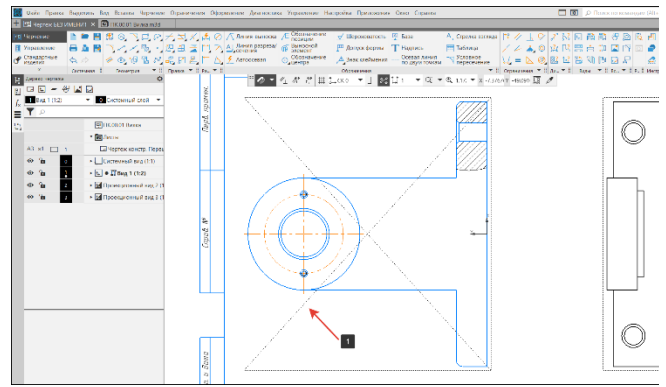

Рисунок 224 – Перестроить чертёж
- После внесения изменений в вид №1 он будет перечеркнут пунктирной линией (1) (Рисунок 224), это означает, что вид необходимо перестроить с помощью клавиши F5 на клавиатуре или пиктограммы Кран (15) на панели быстрого доступа (Рисунок 29).